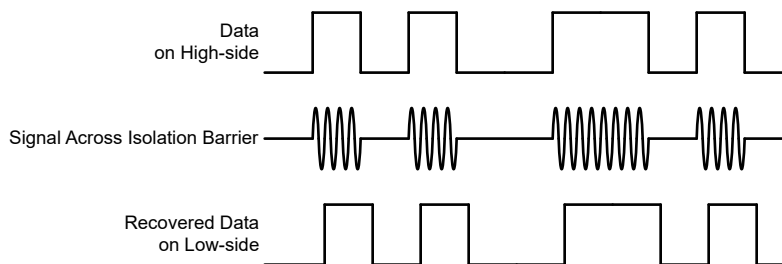

図 7-4. OOK ベースの変調方式
AMC23C12 は、SiO₂ ベースの絶縁バリア越しにコンパレータの出力状態を送信するため、図 7-4 に示すオン / オフ・キーイング (OOK) 変調方式を採用しています。「機能ブロック図」に示す送信ドライバ (TX) は、デジタル 1 を表すために内部で生成された高周波キャリアを絶縁バリア越しに送信します。デジタル 0 を表す信号は送りません。